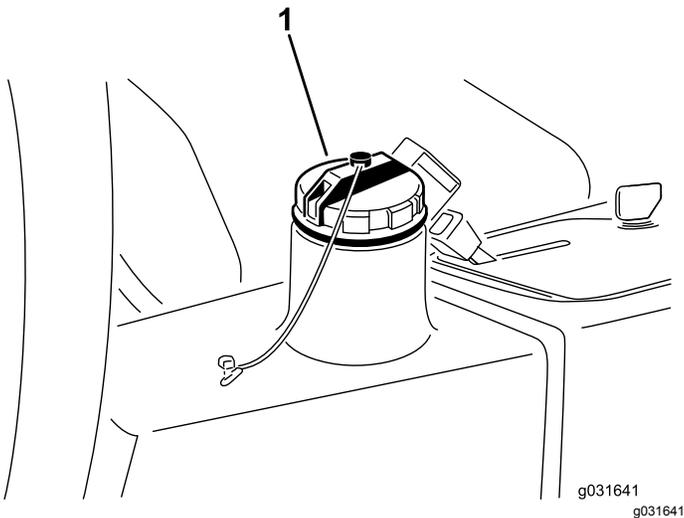

**Figure 61**
2. Débranchez la conduite hydraulique ou enlevez le filtre hydraulique et laissez couler l'huile dans un bac de vidange (Figure 60 et Figure 61).
3. Rebranchez la conduite hydraulique quand la vidange est terminée (Figure 61).